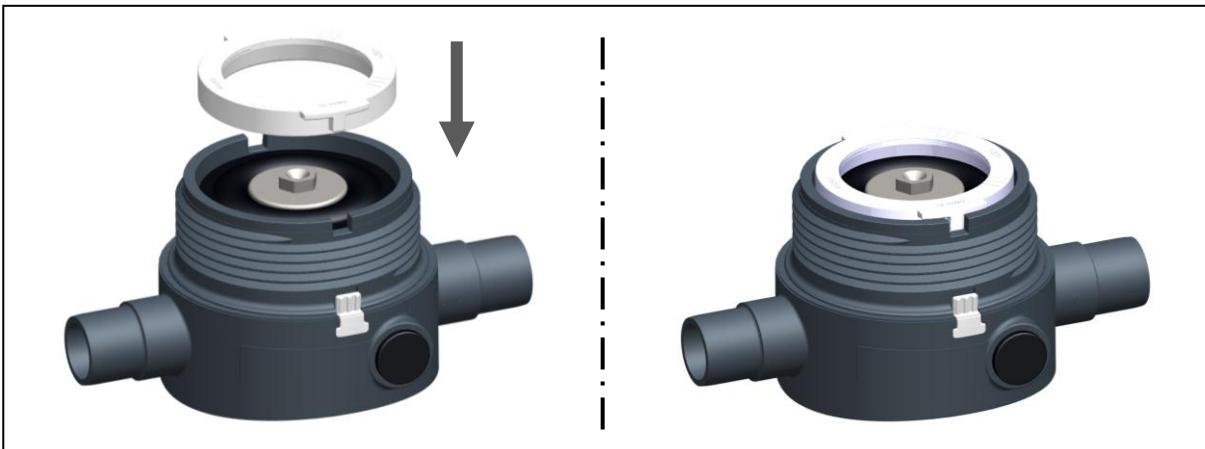

Fig. 13
- Déposer l'anneau de blocage. Pour cela, s'assurer que les deux ergots de l'anneau de blocage soient logés dans les encoches de la partie inférieure, voir Fig. 13